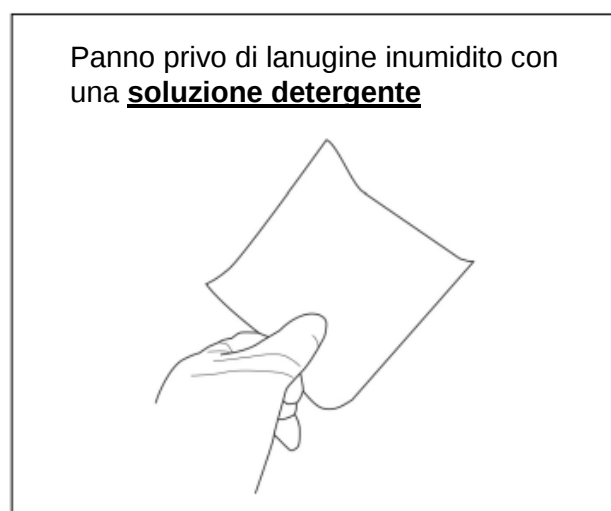

Figura A1-1
2. Preparare un panno privo di lanugine inumidito con una soluzione detergente neutra (Figura A1-1).